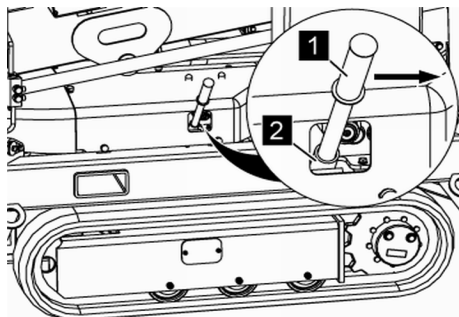

Fig. 68: Levier de verrouillage
4. → Enfoncer le levier de verrouillage (Voir la Fig. 68/1) pour le réglage du système d'entraînement dans la goupille de verrouillage (Voir la Fig. 68/2).
5. → Desserrer le verrouillage en appuyant sur le levier de verrouillage (Voir la Fig. 68/1) dans le sens de la flèche.
6. ➔ Maintenir le levier de verrouillage (Voir la Fig. 68/1) en position ouverte, et monter avec précaution les deux appuis du côté du système d'entraînement à chenilles qui doit être rentré, donc descendre le châssis de ce côté, jusqu'à ce que le système d'entraînement à chenilles soit rentré ( ↪ Chapitre 6.5 « Mettre la machine en position de travail » à la page 70).
7. ➔ Relâcher le levier de verrouillage (Voir la Fig. 68/1) et l'enlever.